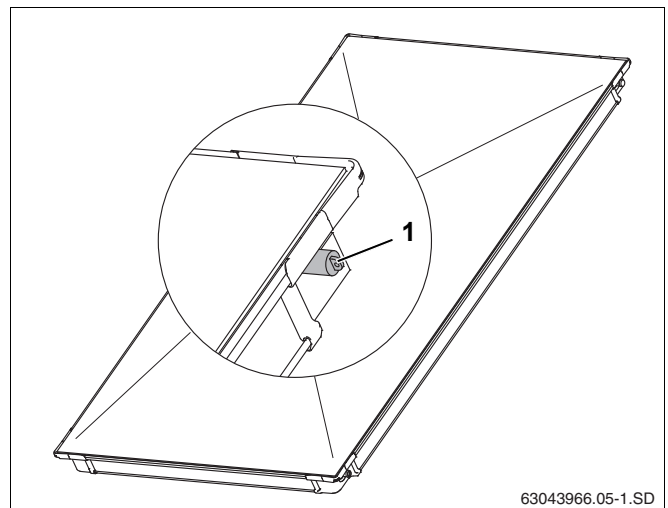

Рис. 5 Пластмассовые крышки на штуцерах коллектора
- ▶ Снимите резиновые крышки (рис. 5, поз. 1) только непосредственно перед монтажом.